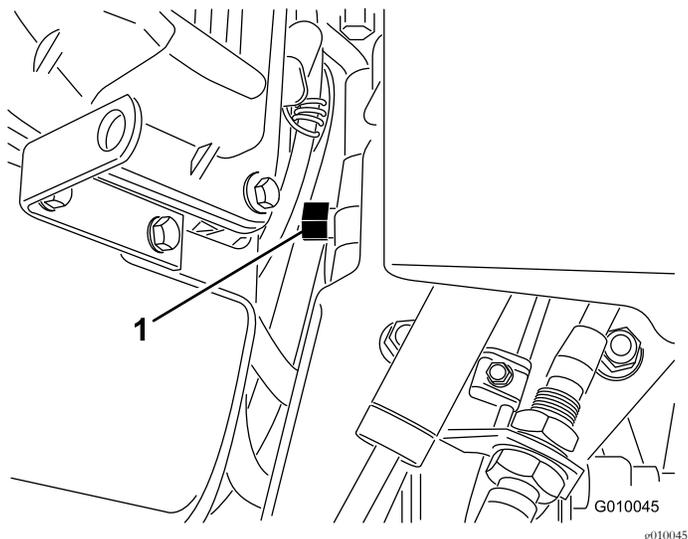

Рисунок 30
- Чтобы снова включить аэратор, поверните перепускной клапан по часовой стрелке на 1 оборот (Рисунок 30).
- Найдите перепускной клапан между двигателем и гидростатическим насосом (Рисунок 30).
- Ключом на 5/8 дюйма поверните перепускной клапан против часовой стрелки на 1 оборот. Это позволит пустить гидравлическую жидкость в обход насоса, так что колеса смогут вращаться (Рисунок 30).